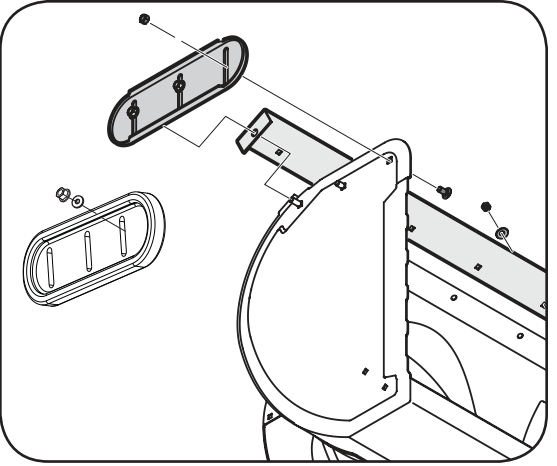

Figure 6-3
2. Remontez les nouveaux patins avec la boulonnerie enlevée précédemment. Assurez-vous que les patins sont ajustés pour être de niveau. Voir la Figure 6-3.